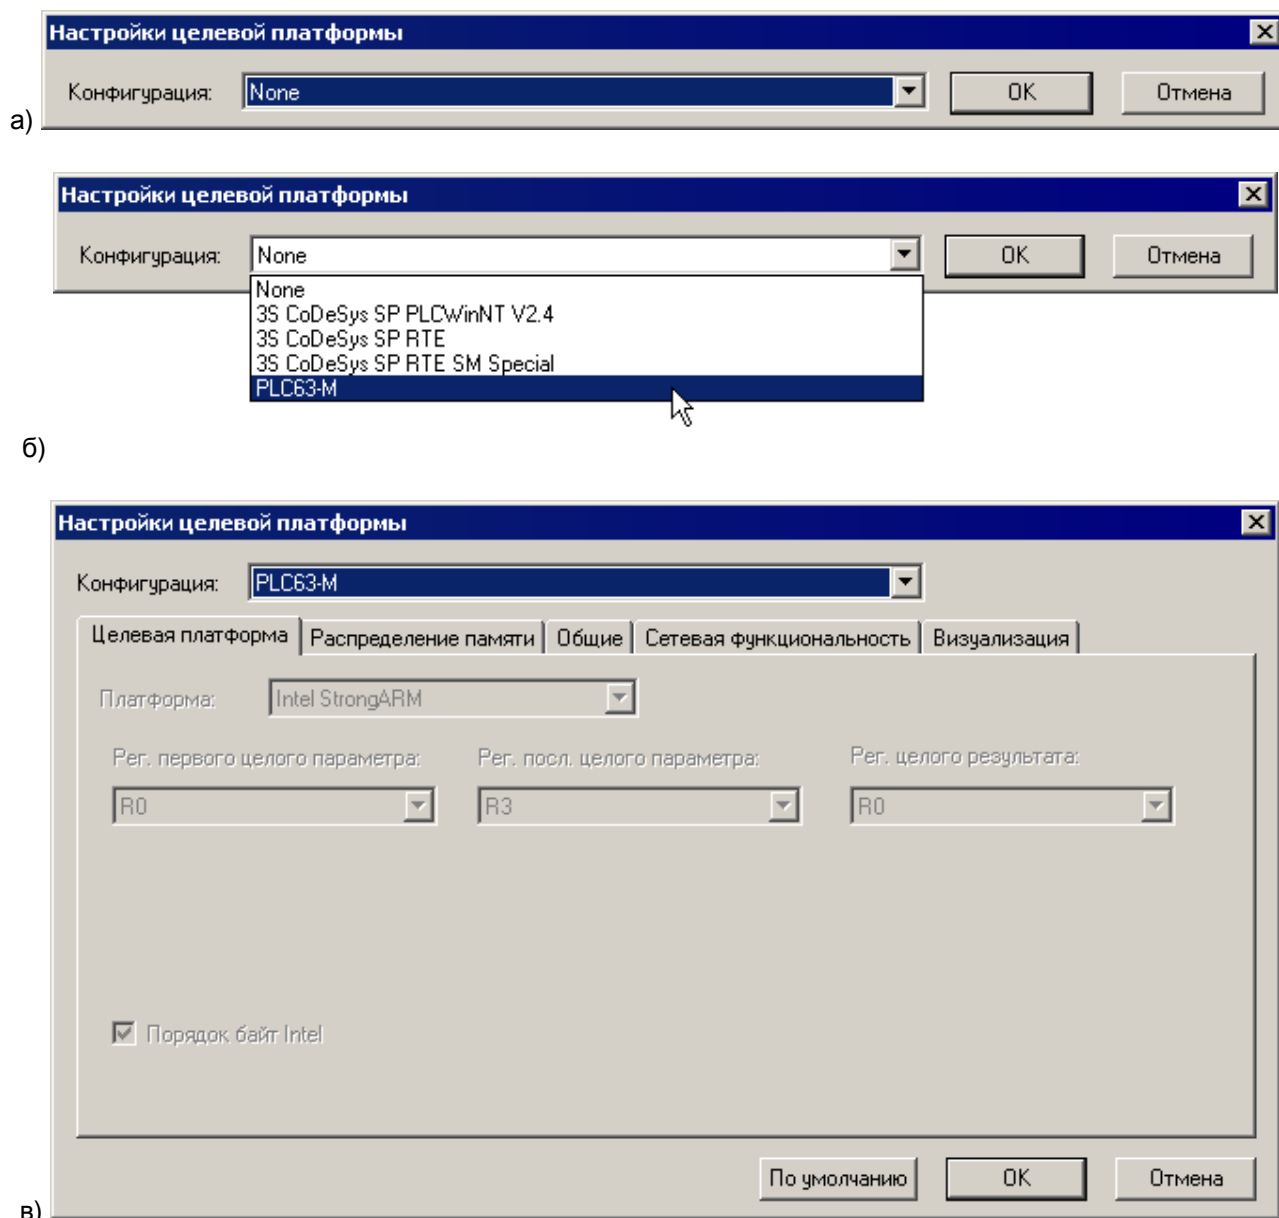

Рисунок 3.3 – Окно «Настройки целевой платформы (Target Setting)»
- 3) В открывшемся окне «Настройки целевой платформы (Target Settings)» (рисунок 3.3, а) – нажатием на кнопку у правого края поля «Конфигурация (Configuration)» раскрыть список предварительно установленных на ПК Target-файлов (см. п. 3.2). В списке – выделить требуемый файл (рисунок 3.3, б) и щелкнуть на его названии левой кнопкой мыши.
- 4) В открывшихся вкладках окна «Настройки целевой платформы (Target Setting)» отображаются установленные производителем значения параметров целевой платформы (рисунок 3.3, в). Как правило, установленные производителем значения параметров не требуют изменения.